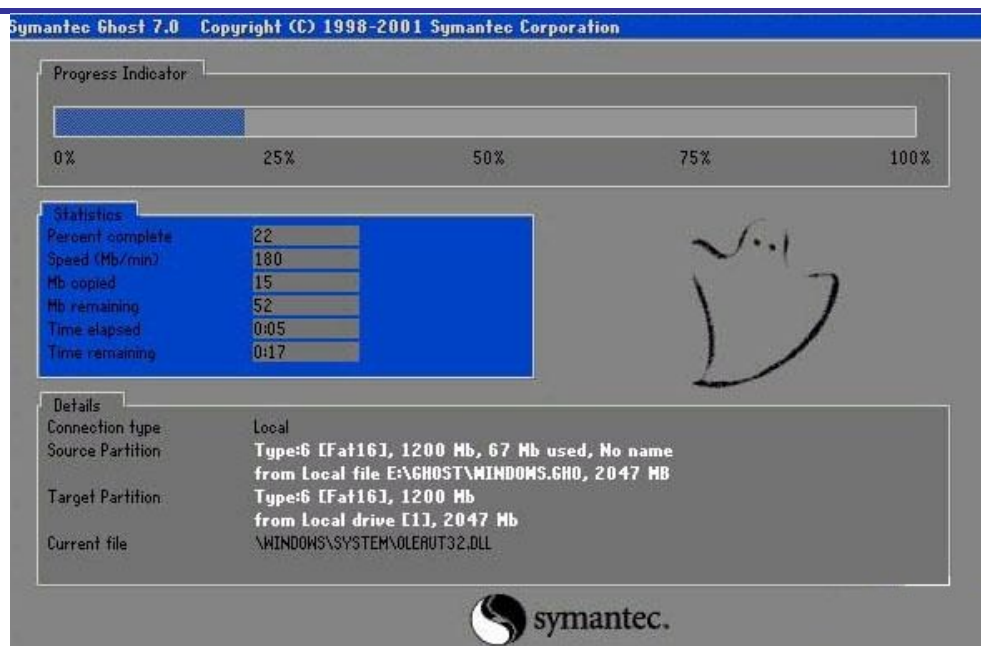

图 2-9 系统安装界面
7) 之后一直选择“YES”，直到进入系统安装界面（如图 2-9 所示）。